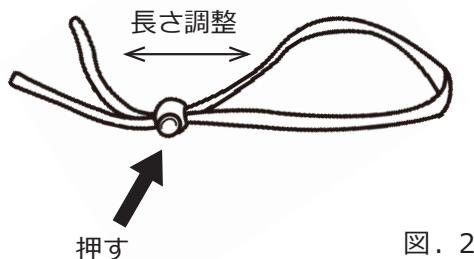

図. 2
- ③ ゴーグルを装着し、ゴーグルベルトの長さを図.2のように調整してください。